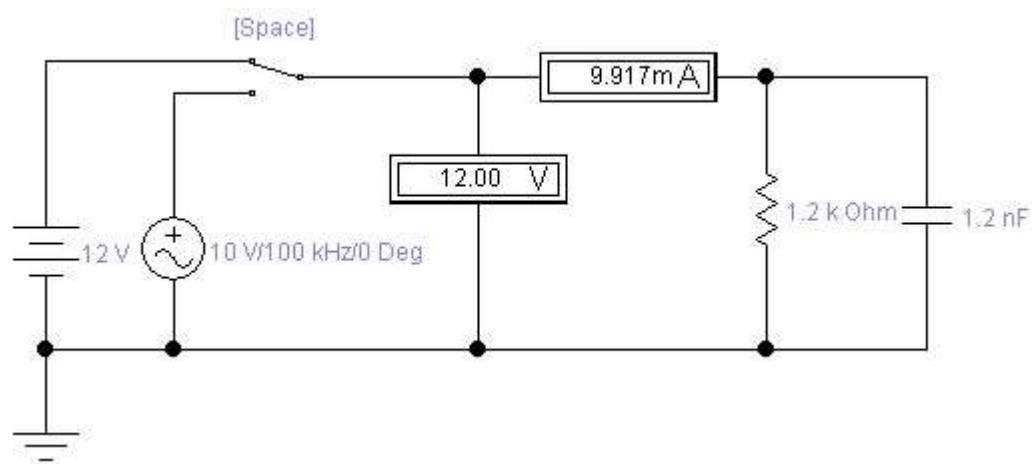

Рисунок 3 – Схема метода амперметра – вольтметра для определения ёмкости при первом положении ключа
13. Собрать схему рис. 3а: $U_{\sim} = 10 \text{ В}$, $f = 100 \text{ кГц}$, $R_1 = R_2 = 1 \text{ кОм}$, $L_0 = 2 \text{ мН}$, $R_0 = 2 \text{ кОм}$.
16. Собрать схему рис. 3б: $U_{\sim} = 10 \text{ В}$, $f = 100 \text{ кГц}$, $R_0 = 1 \text{ кОм}$, $C_0 = 10 \text{ нФ}$, $R_1 = R_2 = 1 \text{ кОм}$.